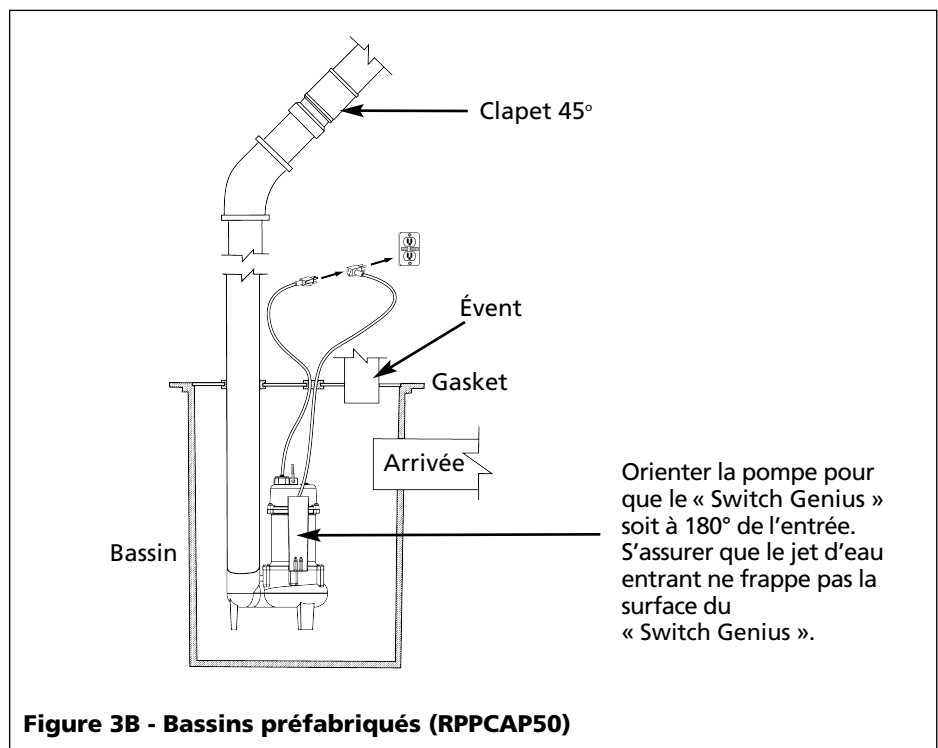

Figure 3B - Bassins préfabriqués (RPPCAP50)
8. Les modèles RPPCAP50 sont équipés avec un détecteur capacitive d'eau « Switch Genius ». Orienter la pompe dans la cuve de façon que le détecteur d'eau « Switch Genius » soit positionné à 180° de l'entrée d'eau. S'assurer que le courant d'eau en entrée ne frappe pas la surface du « Switch Genius » (Voir la figure 3B).